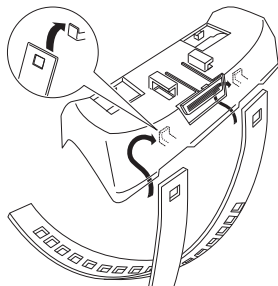

Fig. 15
1. Enganche la correa en el soporte. (Fig. 15)